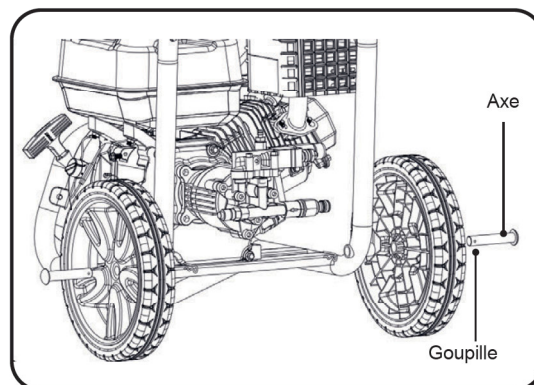

Fig.1
A. INSTALLER LES 2 ROUES (Voir fig. 1)